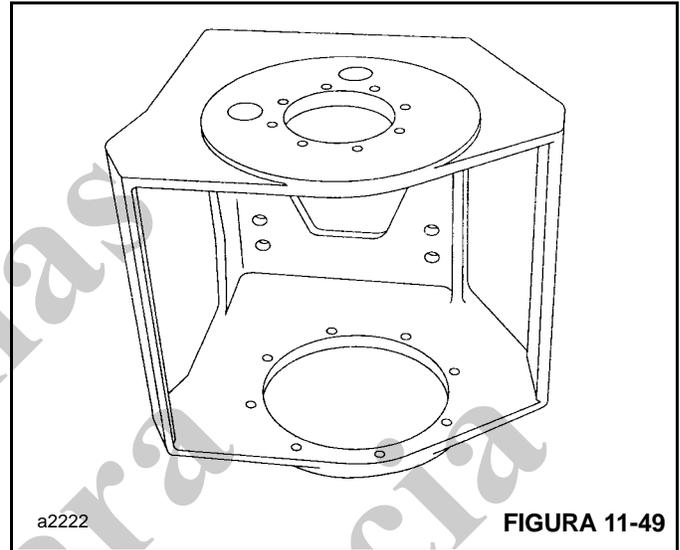

FIGURA 11-49
1. Posicione a base do guincho lateralmente, com o suporte do rolamento voltado para cima (Figura 11-49).